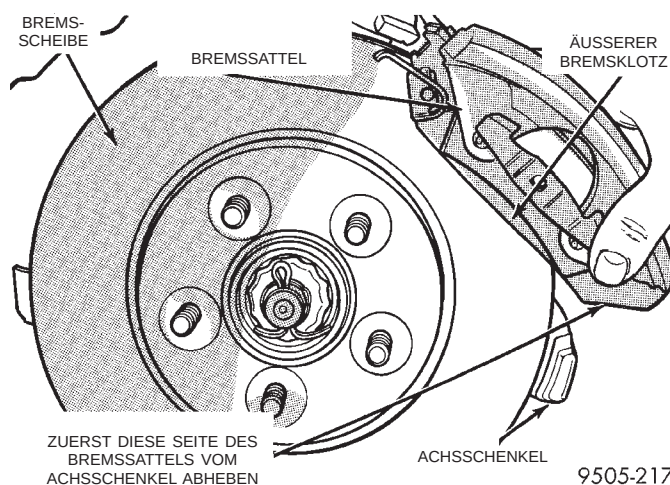

Abb. 79 Bremssattel aus-/einbauen
(4) Bremssattel vom Achsschenkel abbauen. Dazu zunächst den Bremssattel unten anheben und dann den oberen Teil unter dem Achsschenkel herausziehen (Abb. 79).